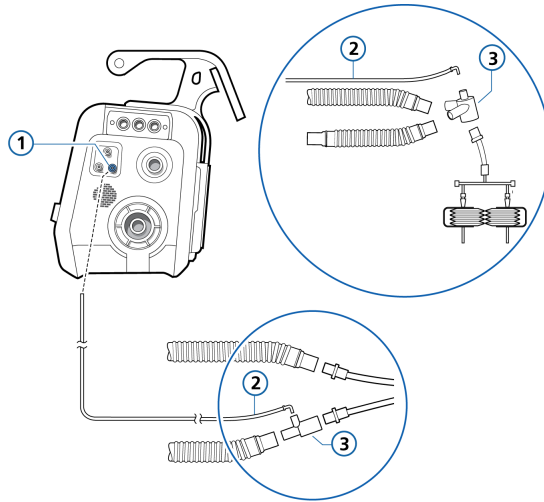

图 5-10. 连接压力监测管路
1. 用接口将压力监测管路连接至 T 管或 Y 管（以使用的为准）顶端的进气小口。请参阅图 5-10。